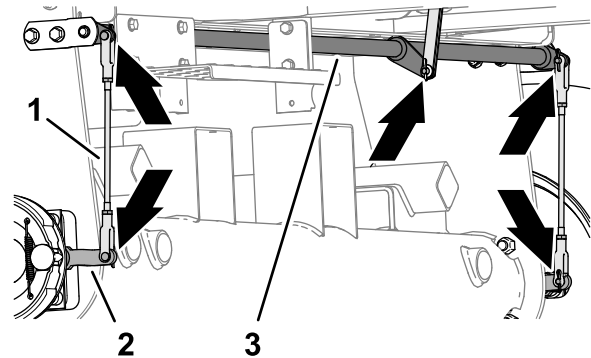

Bild 71
1. Überprüfen Sie die linke und rechte Bremsstangenbaugruppe (Bild 71) auf Schäden und Verschleiß.
2. Kontrollieren Sie die Drehwelle der Bremse (**Bild 71**) auf Schäden und Verschleiß.